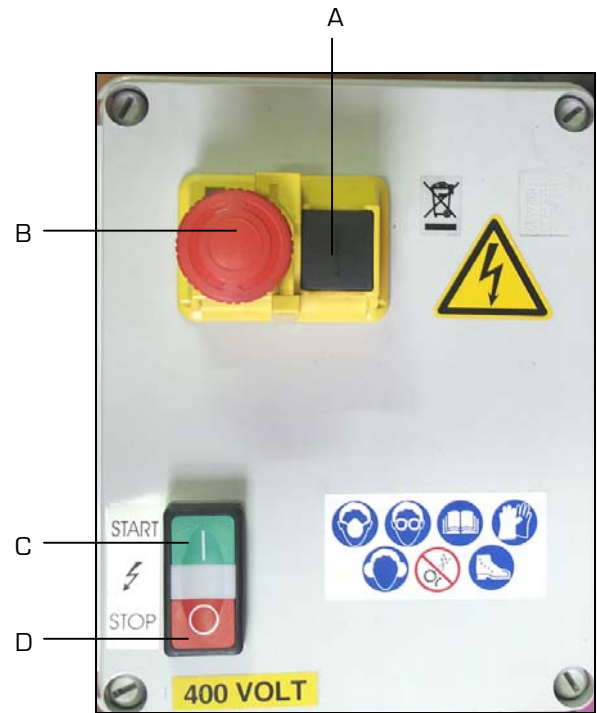

Figure 2
- Pour un travail avec le carter de bande orientable de 0° à 90°, ôter la plaque de protection de bande (A).
- Pour un travail en bout de bande, ôter le carter de protection (B).
3. Déverrouiller l'arrêt coup de poing à accrochage (B fig.2).
4. Appuyer sur le disjoncteur (A fig.2).
5. Appuyer sur l'interrupteur vert de mise en marche « START » (C fig.2).
7. Approcher progressivement la pièce à usiner au contact de la bande en appui sur la butée (C).
- Appuyer sur l'interrupteur rouge d'arrêt « STOP » (D fig.2).
- Appuyer sur l'arrêt coup de poing à accrochage (B fig.2).